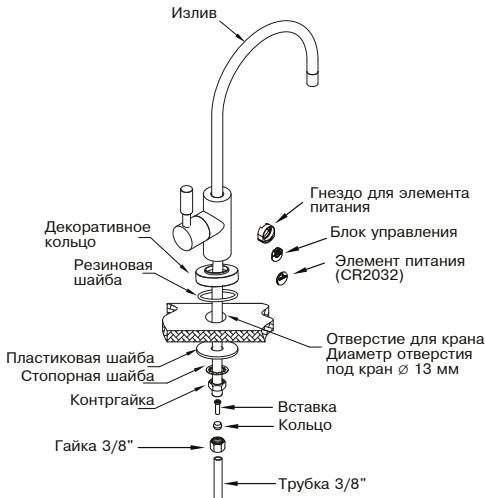
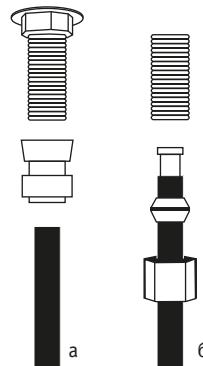

Рис. 8
Рис. 9
Монтаж крана чистой воды производите согласно **рис. 8**. В комплекте с краном чистой воды может поставляться набор деталей для осуществления соединения с трубкой, либо кран чистой воды может иметь в своем составе быстроразъемный коннектор. На **рис. 9а, б** приведены возможные способы подключения синей трубы к крану чистой воды.
8. Откройте кран подачи воды (B). Включите электропитание, если в системе присутствует насос.
10. Через пять минут вода начнет капать из крана чистой воды (A). Дайте воде капать в течение 10 мин., после чего закройте кран чистой воды (A). Через несколько минут вода перестанет поступать в дренаж из черной трубы. Теперь в системе установилось максимально возможное давление чистой воды. Еще раз потяните трубы для проверки соединения.
11. Откройте кран бака (C), повернув его на 90° — начнется процесс заполнения бака. Это займет несколько часов в зависимости от входного давления воды.
12. После заполнения бака (вы услышите, что вода больше не течет в дренаж и насос (если есть) не работает) откройте кран чистой воды (A) и дождитесь, пока вся вода не вытечет.
13. Закройте кран чистой воды (A). Дайте баку наполниться во второй раз. Этот процесс займет около 2 часов. Затем слейте воду из бака.
17. Убедитесь в отсутствии протечки внизу корпуса крана чистой воды, затяните гайку крана (**рис. 8**).